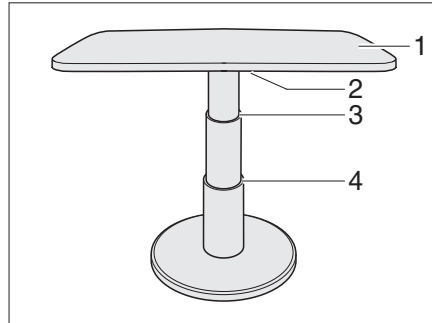

Fig. 81 Mesa elevadora del grupo de asientos circular
- Girar la palanca de bloqueo (Fig. 81,2) hacia la izquierda. El bloqueo está abierto.
- Presionar el tablero de la mesa (Fig. 81,1) por el centro hacia abajo hasta el tope deseado (Fig. 81,3 ó 4) y manténgalo presionado.
- Girar la palanca de bloqueo (Fig. 81,2) hacia la derecha. La mesa elevadora está bloqueada.